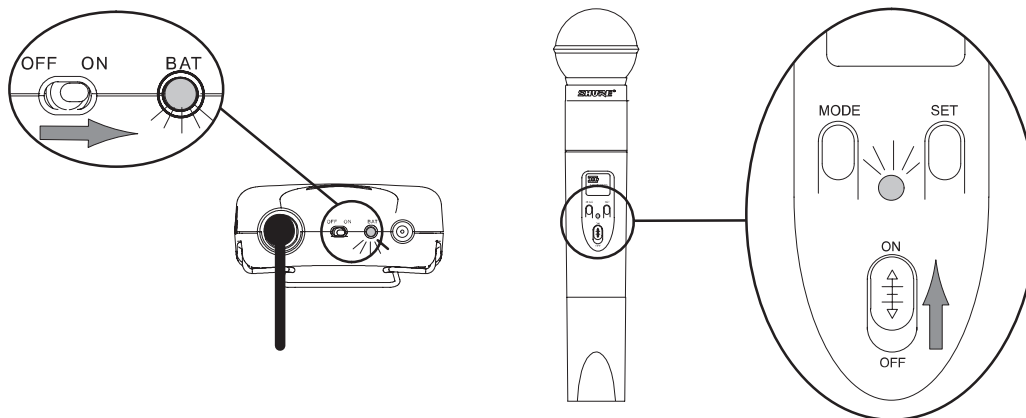

FIGURA 22
1. Ponga el interruptor de alimentación en la posición de encendido, tal como se ilustra en la Figura 22. El LED de alimentación se iluminará rojo momentáneamente, y luego cambiará a verde en forma permanente. El ajuste de frecuencia por omisión (canal 1, grupo 1) aparecerá en la pantalla.